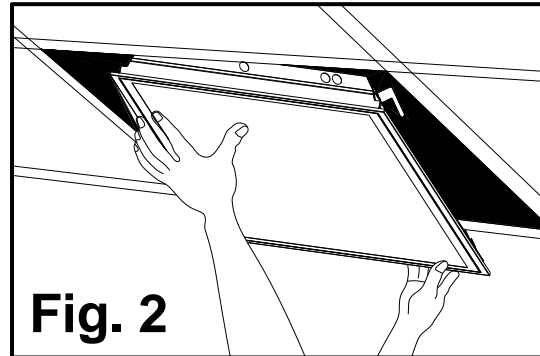

Fig. 2
5. Cierre la **puerta** (#1) y coloque el luminario en una red de barra-T de 2 pies por 4 pies en el lugar deseado [Fig. 2].